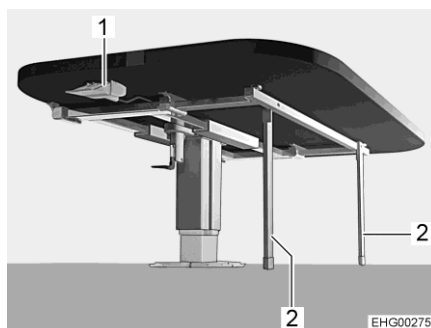

Fig. 42 Table, abaissée (sommier de lit)
- Libérer les appuis (Fig. 42,2) du cadre sur la partie inférieure du plateau de table et les déplier. Les appuis doivent être entièrement dépliés.
- Pousser la touche de déverrouillage (Fig. 42,1) et la maintenir poussée.
- Lâcher la touche de déverrouillage (Fig. 42,1). Le plateau de table est bloqué dans la position la plus basse.